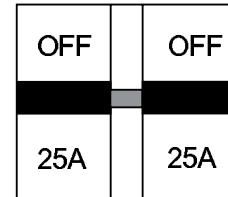

Figure 16. Disjoncteur principal (OFF)
3. **Ne jamais** démarrer le moteur avec le disjoncteur principal en position **ON**. Toujours placer le circuit du disjoncteur (Figure 16) en position **OFF** avant de démarrer.